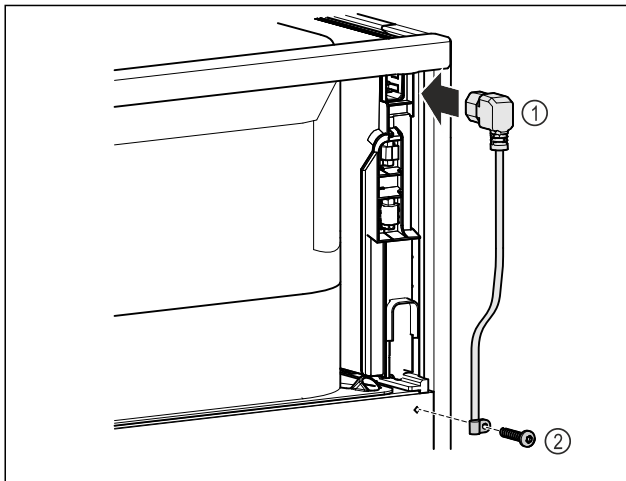

Fig. 48
- Kaltgerätebuchse der Netzanschlussleitung Fig. 48 (1) auf der Rückseite des Gerätes einstecken.
- Zugentlastung montieren. Fig. 48 (2)